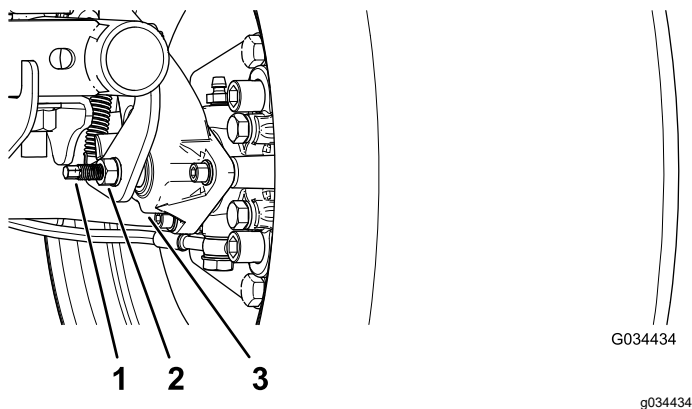

Рисунок 61
3. Используя два ключа, удерживайте регулировочный штырь на суппорте одним ключом и ослабьте контргайку на  $\frac{1}{4}$  оборота другим ключом (Рисунок 61).
4. Удерживая регулировочный штырь и контргайку на месте, поверните регулировочный штырь для затягивания (Рисунок 61).
5. Удерживая регулировочный штырь и контргайку на месте, отверните штырь на  $\frac{1}{4}$  оборота (Рисунок 61).
6. Удерживая регулировочный штырь и контргайку на месте, затяните контргайку (Рисунок 61).